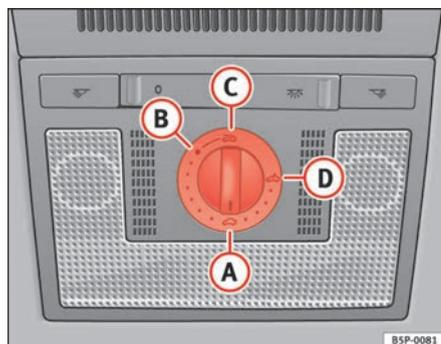

Fig. 69 Détail du revêtement intérieur du toit : commande rotative du toit ouvrant coulissant/relevable
- Tournez la commande rotative en position **A** ⇒ fig. 69 ⇒ ⚠.